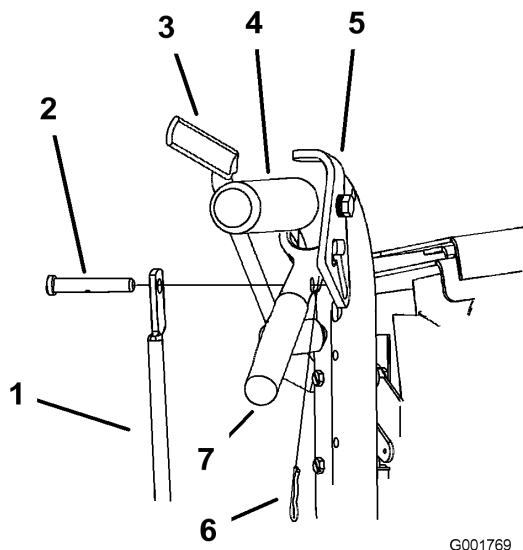

Figura 35
1. Retire los pasadores y los pasadores de seguridad de las palancas de avance y los cierres de bloqueo de punto muerto (Figura 35).